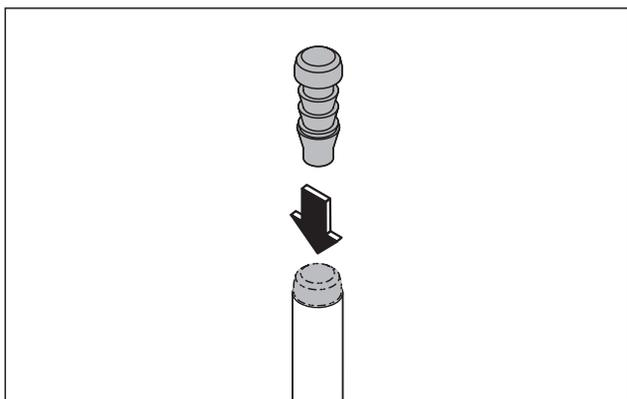

Abb. 44 Kunststoffstopfen einsetzen
5. Den Kunststoffstopfen in die obere Treibriegelstange vollständig einsetzen (Abb. 44).